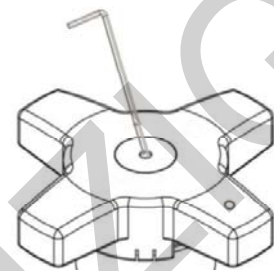

图 3
3. 用内六角扳手，将内部阀杆顺时针拧紧锁定最大开度（见图 3）